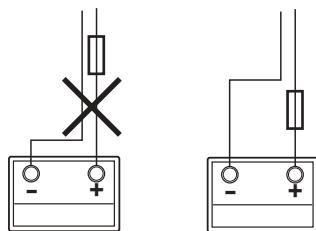

Fig. 50
- De to ledninger til pluspolen og minuspolen skal trækkes hver for sig indtil efter sikringen i plusledningen (Fig. 50).